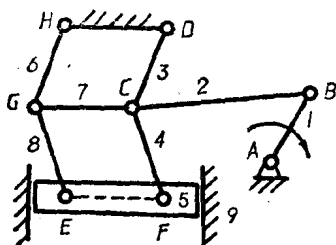

图 2-1
3) 如果在机构的运动过程中, 某两构件上的两点之间的距离始终保持不变, 那末, 如在此两点之间以两个转动副联上一个构件, 则因此而带入的一个约束也必为虚约束。除教材中举的例子外, 例如在图2-1所示的剪床机构中, 由于 C 、 G 两点间的距离, 在机构运动过程中, 始终保持不变, 所以, 如果在 C 、 G 两点间用两个转动副联入一构件7, 则因此而带入的一个约束, 便是虚约束。